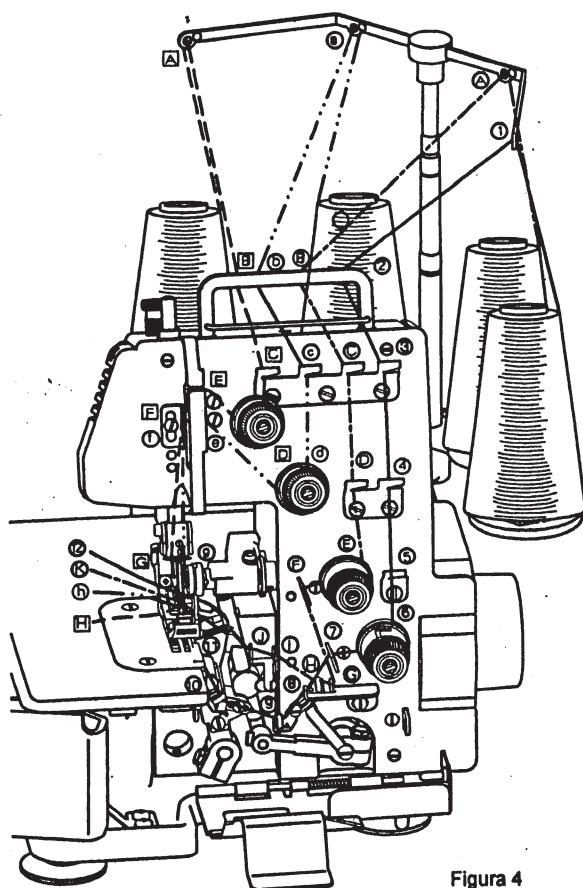

Figura 4
- Abra la cubierta de la cuchilla y la cubierta lateral (Figura 4).
- Enhebrado de la maquina se hace siguiendo el orden numérico o alfabético que se muestra en la Figura 4 y 5